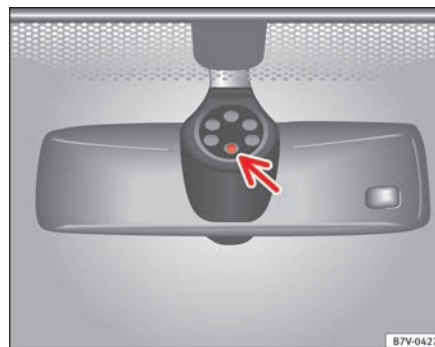

Fig. 70 Superficie sensible del sensor de lluvia.
Las posibles causas de anomalías e interpretaciones erróneas en la zona de la superficie sensible ⇒ fig. 70 del sensor de lluvia son, entre otras:
- Limpie regularmente la superficie sensible del sensor de lluvia y compruebe posibles daños en las escobillas ⇒ **fig. 70** (flecha).